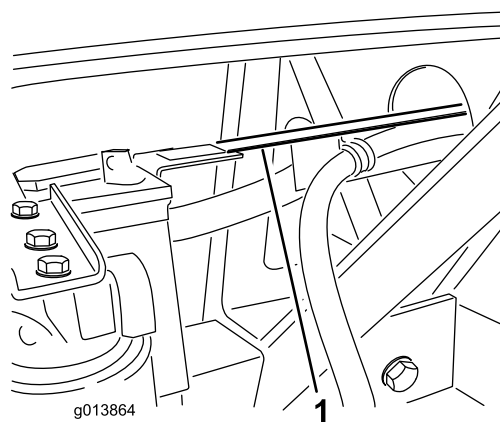

Figura 10
- La guía de las mangueras debe descansar sobre la pestaña de la pata vertical de la bandeja de la batería (Figura 10). Si los taladros de la guía de las mangueras no quedan alineados con los taladros de la pestaña de la bandeja de la batería, puede ajustarse la longitud de la guía aflojando los pernos que la sujetan al soporte del
- Sujete la guía de las mangueras a la pestaña de la bandeja de la batería usando 2 pernos ($\frac{1}{4}" \times \frac{3}{4}"$) y contratuercas con arandela prensada (Figura 10).